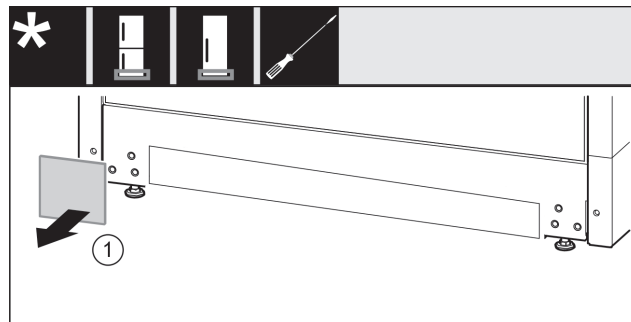

Fig. 14
- Abdeckung abnehmen. Fig. 14 (1)